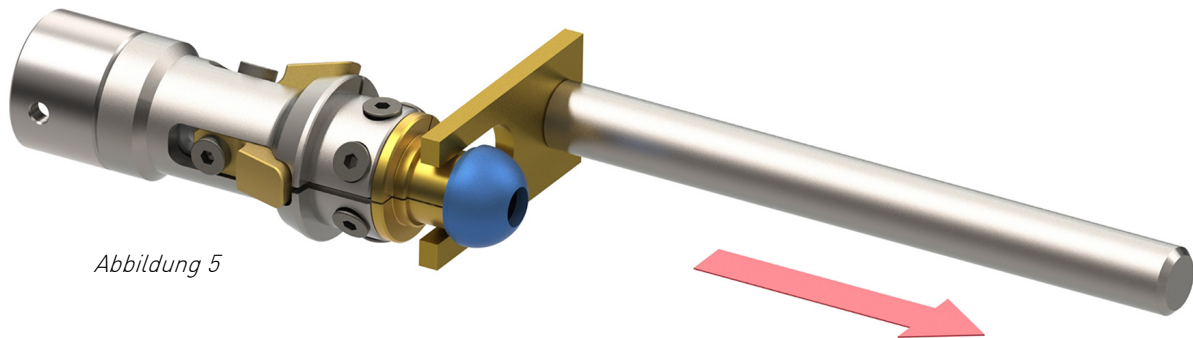

Abbildung 5
- 2) Die Winkelstellung der Auswurfplatte so einstellen, dass sie sich hinter das auszuwerfende Werkstück schiebt *(siehe Abbildung 5)*